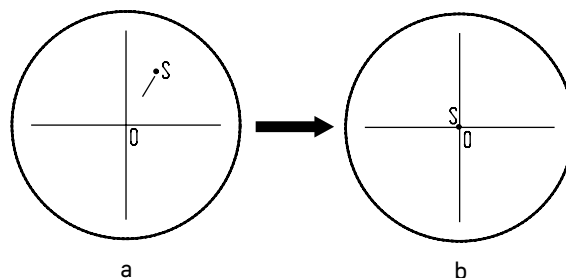

Рис. 19. Настройка канала визуализации
- Установите рукоятку переключения светового потока **3** в положение для наблюдения через окуляры. Наблюдая объект через окуляры, найдите отличительную точку в поле зрения (легко идентифицируемую цель, такую как точка S на рис. 19а), переместите объект на предметном столике так, чтобы данная точка находилась в центре поля зрения, как показано на рис. 19b. Для этой процедуры вместо обычного препарата удобно использовать специальный калибровочный слайд с перекрестием, а вместо обычного окуляра – окуляр с перекрестием.